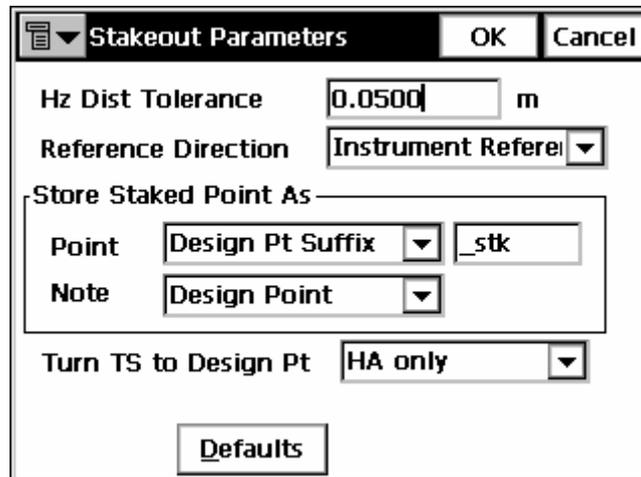

Рисунок 7-4. Параметры выноса в натуру - режим работы с тахеометром
4. Для тахеометра: в окне **Stakeout Parameters (Параметры разбивки)** задайте допуск отклонения в плане, а также укажите, каким образом следует создавать имена и примечания к точкам. Выберите способ, которым тахеометр должен быть наведен на проектную точку, для восстановления значений, предлагаемых по умолчанию, нажмите кнопку **Defaults (По умолчанию)**. После этого нажмите **ОК** (рис. 7-4).